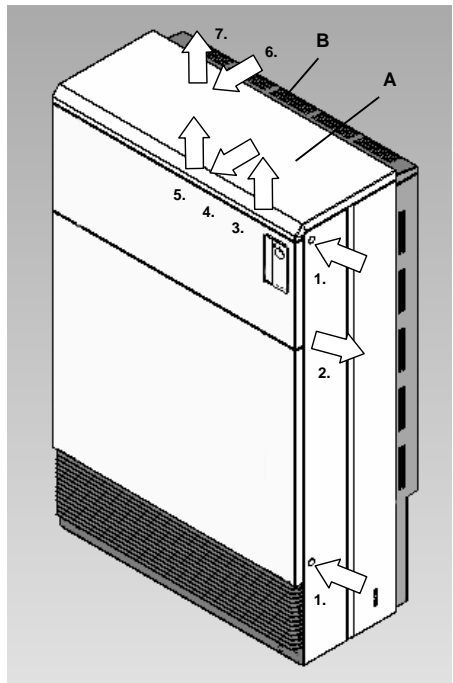

Fig. 2 Apparaat openen
- Apparaat openen (fig. 2):
3. Deksel (A) vooraan ca. 10mm optillen.
6. Deksel achterwand (B) naar voren trekken.